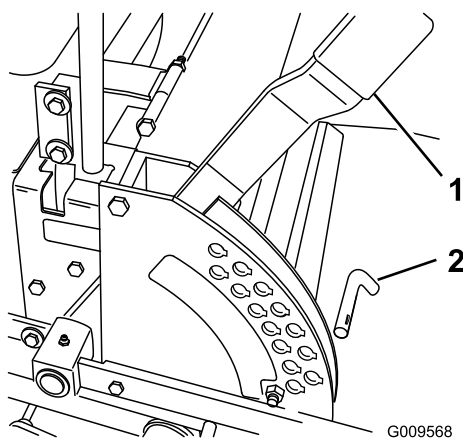

Figura 18
1. Alzate la leva dell'altezza di taglio in posizione di trasporto (anche la posizione di 127 mm dell'altezza di taglio) (Figura 18).
2. Per regolare, spostate il perno dalla staffa dell'altezza di taglio (Figura 18).
3. Nella staffa dell'altezza di taglio scegliete un foro corrispondente all'altezza richiesta, ed inserite il perno (Figura 18).